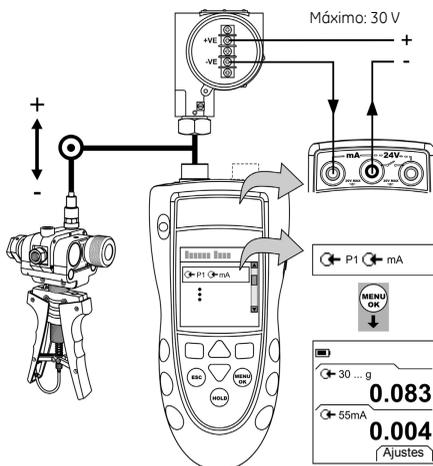
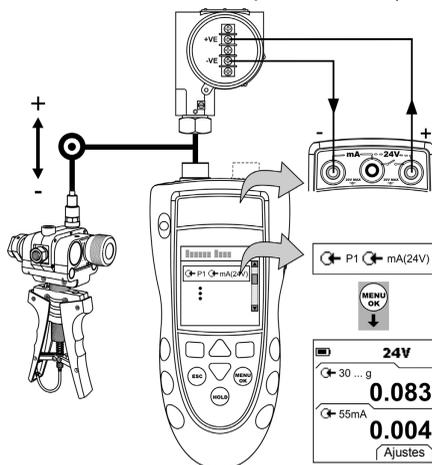

Figura 5: Configuração de exemplo – Calibração de transmissor com alimentação externa do loop
Figura 6: Configuração de exemplo – Calibração de transmissor com alimentação interna do loop
1. Conecte o instrumento (Figura 5 ou Figura 6) e, se necessário, ajuste o *Set Up/Conf.* (Tabela 1).